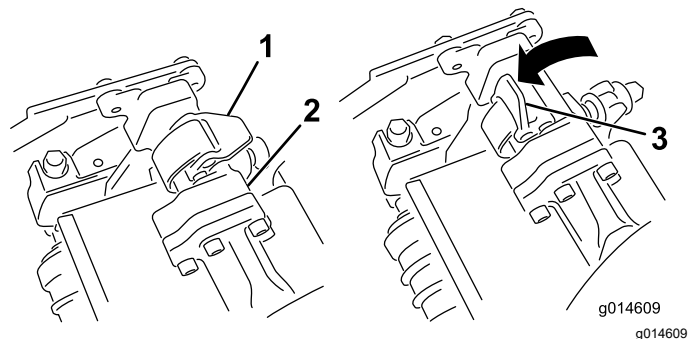
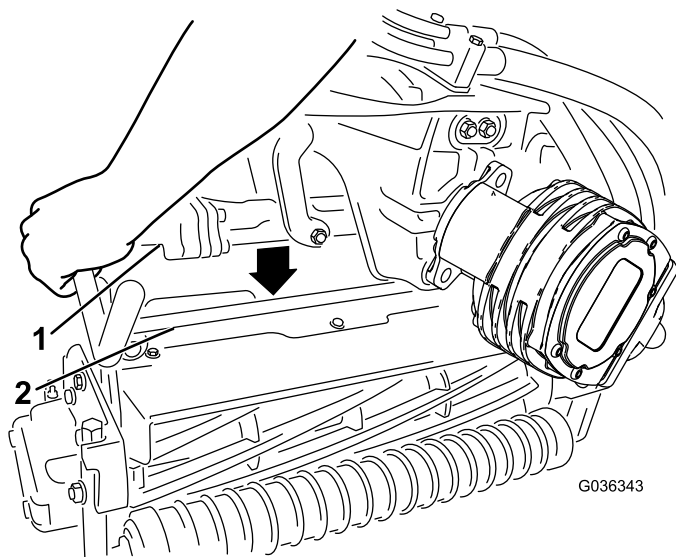

図 62
図 63
4. サスペンションアームのバーについているラッチを上向き開いた状態にして図 62、サスペンションアームを押し下げて、バーを、カッティングユニットのバーの上に被せるようにする図 63。
5. ラッチを下げて閉じるとカuttingユニットのバーがロックされてユニットがアームにセットされる 図 62。
5. 取り外したいカッティングユニットのサスペンションアームのバーについているラッチを開く(図 62)。